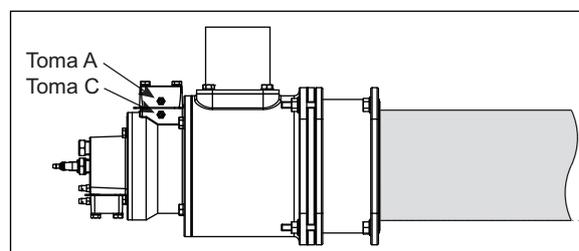

Figura 4.2. Captadores de aire
- a. Ajuste la válvula de control de aire para conseguir la presión diferencial de aire entre las tomas A y C para el primer quemador. (Véase la figura 4.2).